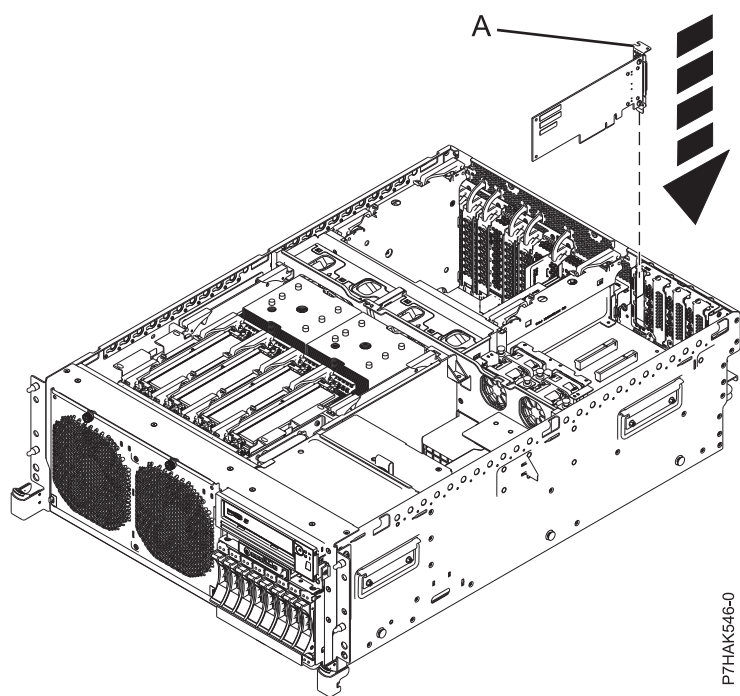
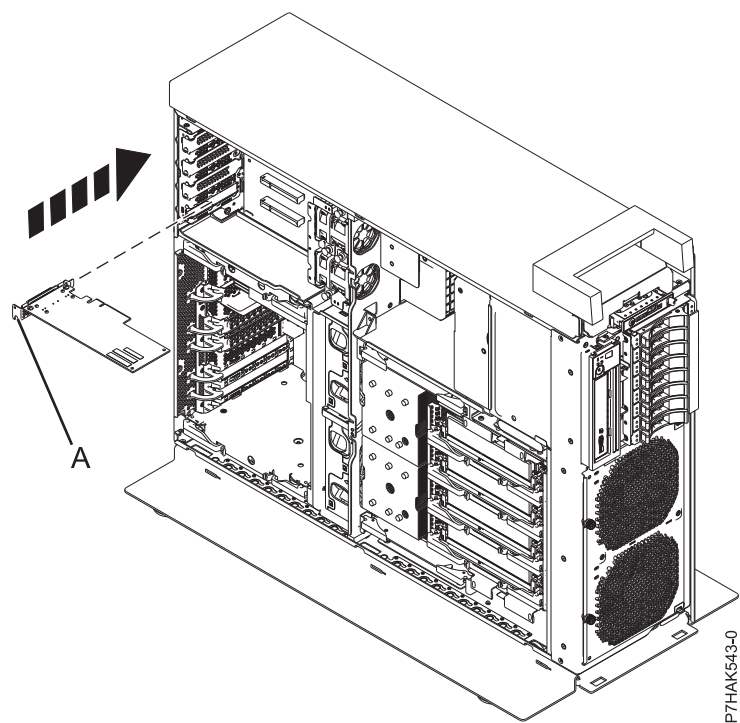

図4. ラック・マウント・システム装置の拡張ライザーでの PCI アダプターの取り付け
図5. スタンドアロン・システム装置の拡張ライザーでの PCI アダプターの取り付け
18. ご使用のシステムに拡張ライザーがある場合、低プロファイル PCI アダプターをそのスロットに押し込むことができます。これを行うには、そのテール・ストック (A) を使って所定の位置にアダプターをガイドしてから、アダプターをスロットに押し込みます (7 ページの図 4 および 7 ページの図 5 を参照)。